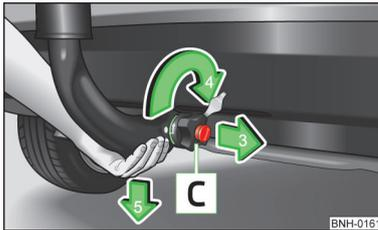

Abb. 12
- Die Kugelstange von unten fassen » Abb. 12 und mit der anderen Hand das Handrad **C** in Pfeilrichtung 3 ziehen.